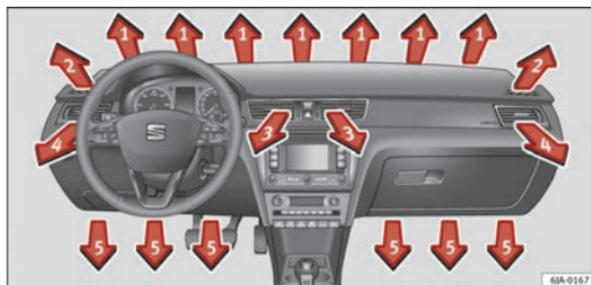
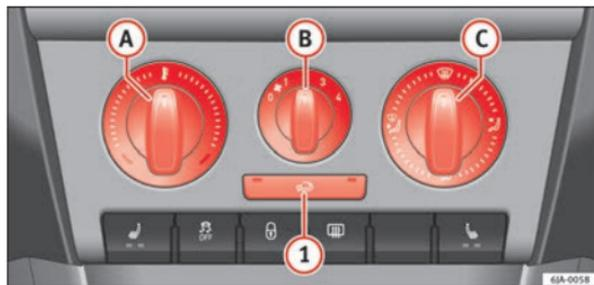

Fig. 96 Difusores de saída do ar
Fig. 97 Aquecimento: elementos de utilização
- Para alterar a altura da circulação de ar, mude a posição do botão deslizante para cima ou para baixo ⇒ Fig. 96.
A saída de ar dos difusores ajusta-se com o comando  ⇒ Fig. 97. Os difusores 3 ⇒ Fig. 96 e 4 podem ser abertos e fechados individualmente.
- A temperatura aumenta quando se roda o botão **A** ⇒ Fig. 97 para a direita.
- Ligue o ventilador rodando o botão **B** ⇒ Fig. 97 das posições 1 a 4.
- Ao rodar o botão **C** ⇒ Fig. 97 ajusta-se o acesso do ar aos respectivos difusores ⇒ Página 133, Difusores de ar.
Todos os elementos de utilização, salvo o botão **B** ⇒ Fig. 97, podem ser colocados em qualquer posição intermédia.
- Comandos Ⓐ ⇒ Fig. 97 ⇒ Página 134, Ⓑ, Ⓒ e botão ①.
- Pressione o botão ① ⇒ Fig. 97 ⇒ Página 134 e acende-se o símbolo dentro do mesmo.
- Pressione novamente o botão ① ⇒ Fig. 97 ⇒ Página 134 e o símbolo dentro do mesmo apaga-se.
Se o difusor de ar Ⓒ ⇒ Fig. 97 ⇒ Página 134 estiver na posição , a recirculação desliga-se automaticamente. Ao pressionar o botão pode voltar a ligar a recirculação de ar nesta posição. ▶